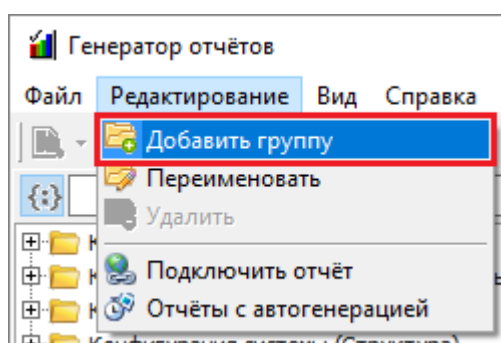

Рисунок 11-286 Добавление новой группы отчетов через меню "Редактирование"
- выберите в меню «Редактирование» (см. п. 11.5.1.2) пункт « Добавить группу» (см. Рисунок 11-286);